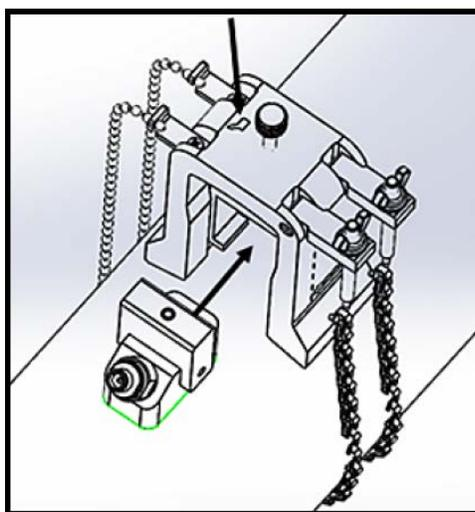

Рис. 41: Вставьте измерительный преобразователь в скобу
- Ослабьте винт скобы. Затем нанесите связующее вещество на поверхность измерительного преобразователя и вставьте измерительный преобразователь в скобу, как показано на Рис.41 ниже.